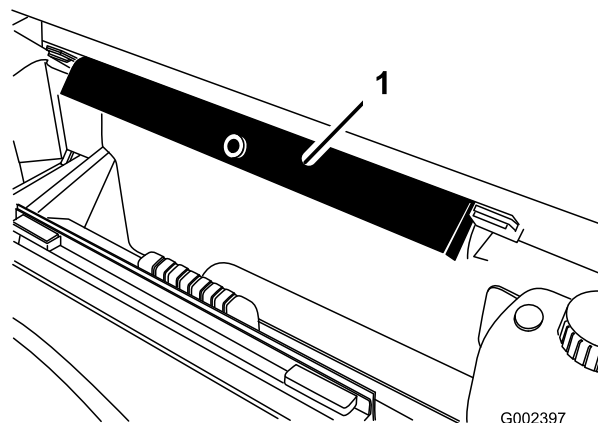

Figure 33
2. Sortez la béquille de sécurité des supports de rangement au dos de l'arceau de sécurité (ROPS) (Figure 33).